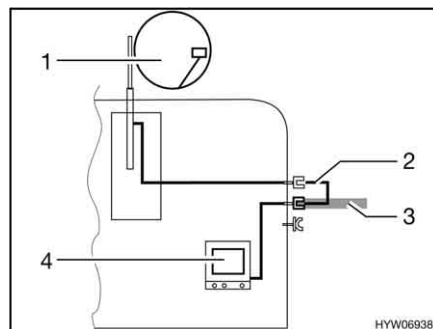

Fig. 176 TV en el vehículo
- TV en el vehículo (Fig. 176,4): Conexión a la antena del techo (Fig. 176,1) con el cable de conexión (Fig. 176,2)
- TV en el vehículo (Fig. 176,4): Conexión a antena externa (Fig. 176,3)